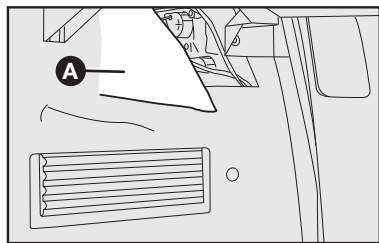

fig. 35
1) Por dentro do porta-malas, puxar a lingueta no carpete **A-fig. 35**.